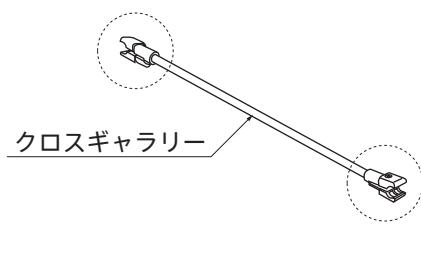

図1
- ・クロスギャラリーのネジをゆるめます。 (図1)
- ・クロスギャラリーのネジを締めます。 (図1)